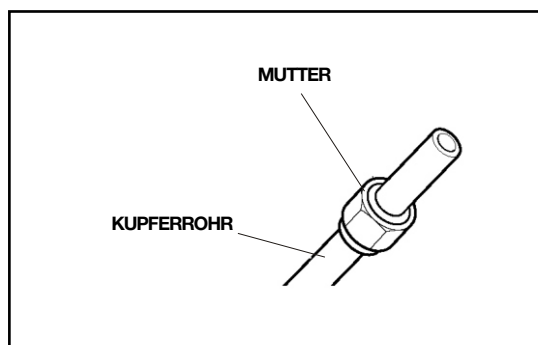

Abb. 14
3. Montieren Sie die Anschlussstücke (Abb. 14): Nehmen Sie die Muttern von den Hähnen der Innen- und der Außeneinheit und geben Sie sie auf die entgrateten Kupferrohre (NB: ist nicht mehr möglich, wenn Punkt 4 ausgeführt wurde).